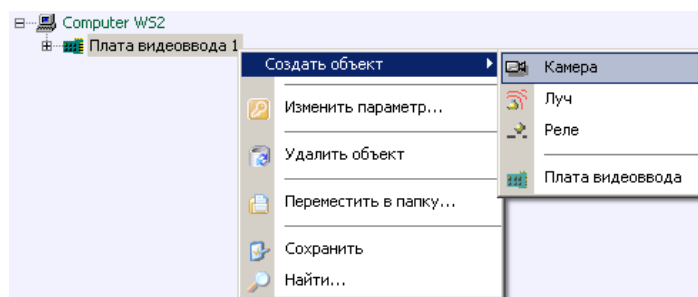

Рис. 3.1—5 Контекстное меню объекта «Плата видеоввода»
1. В контекстном меню объекта «Плата видеоввода» выбрать «Создать объект» -> «Камера» (Рис. 3.1—5).
В результате откроется панель основных настроек объекта (Рис. 3.1—6).